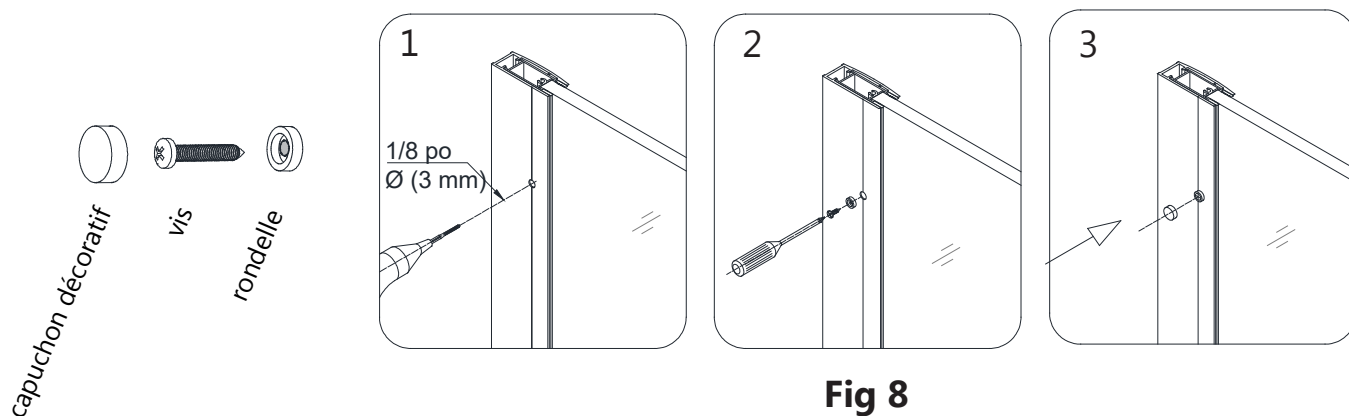

Fig 8
8. Revérifiez l'alignement et l'espacement de la porte vitrée et du **panneau vitré (N° 11)** et testez le fonctionnement de la porte. Après avoir effectué les derniers ajustements du **panneau vitré (N° 11)**, percez des trous dans le **profilé pour vitre (N° 10)** à travers les perforations pré-usinées du **profilé mural (N° 09)** avec une mèche de 1/8 po Ø (3 mm). Utilisez des **vis à tête cylindrique bombée ST4.2×10 (N° 14)** avec des **rondelles (N° 17)** pour fixer le **profilé mural (N° 09)** au **profilé pour vitre (N° 10)**. Couvrez les têtes de vis exposées avec des **cache-vis décoratifs (N° 17)**. **Fig. 8**